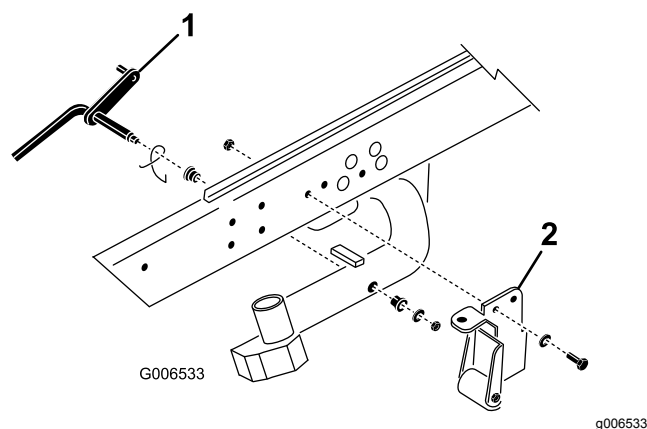

Figura 3
1. Rimuovete il dado di bloccaggio e la rondella che fissano l'asta orientabile al braccio di sollevamento n° 2 (Figura 3). Rimuovete l'asta orientabile e la molla dal braccio di
di taglio con regolazione su due punti (DPA) (Figura 3).